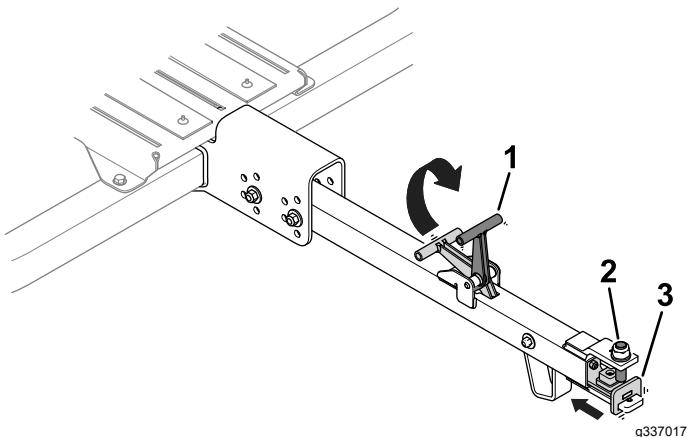

**Figura 25**
- Configuración del remolque para segadoras de greens de 53 cm: utilice los pasadores para fijar los pivotes del raíl en los taladros exteriores (Figura 25).